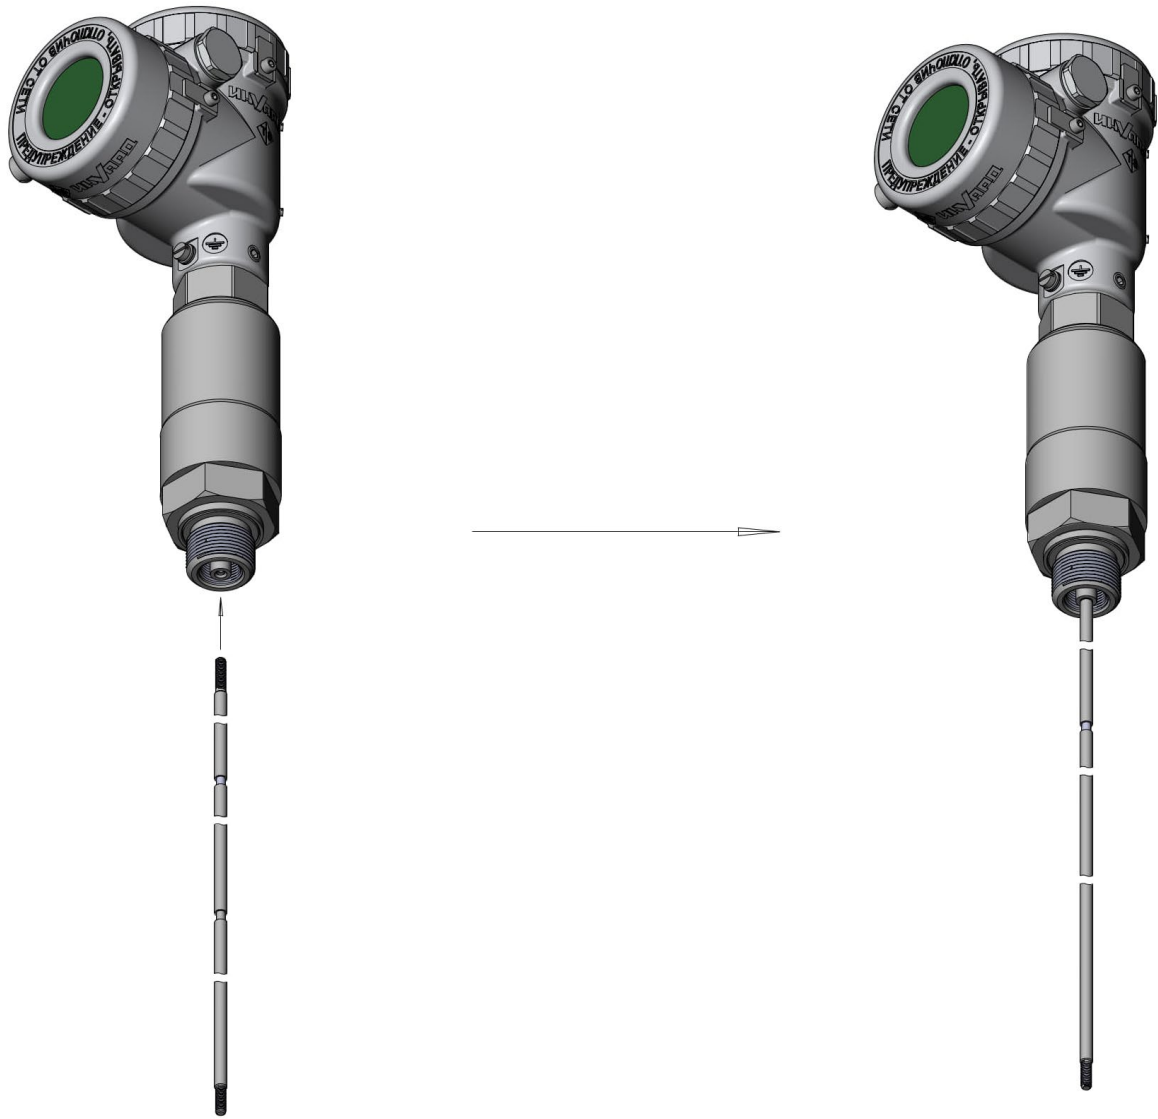

Рисунок 17 – Монтаж стержня из состава коаксиального зонда
3.3 Надеть и вкрутить трубу из состава коаксиального зонда (рисунок 17).